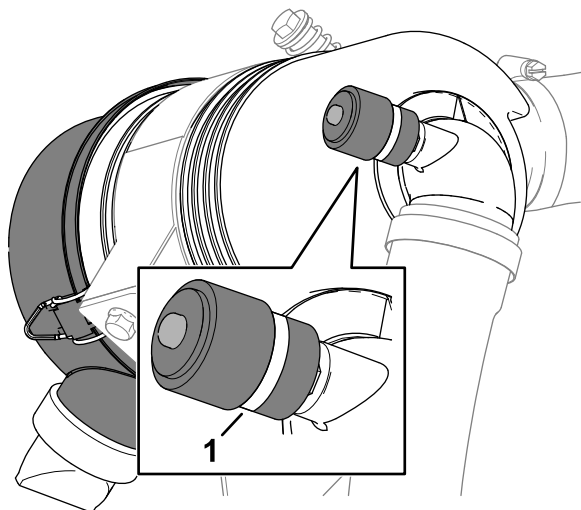

図 78
3. エアフィルタハウジングの端にある整備インジケータを確認する **図 78**。